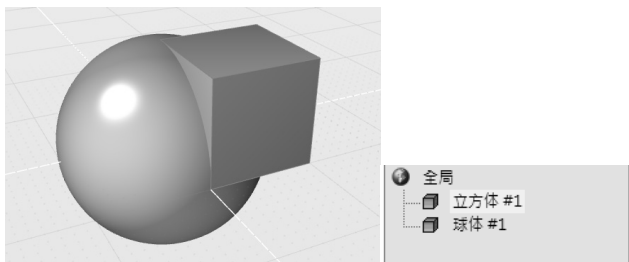

图 2-77 返回上一步操作 (左) 并观察全局浏览器 (右)
3) 按〈Ctrl+Z〉快捷键, 恢复到上一步操作, 即“立方体#1”和“球体#1”恢复到原始显示状态, 如图 2-77 所示。